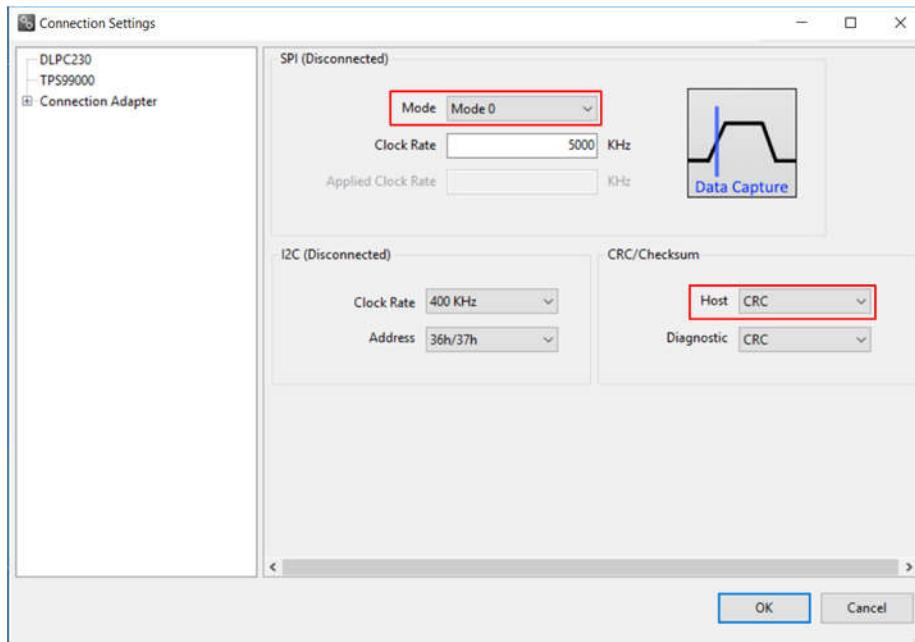

图 2-3. DLPC230-Q1 Automotive Control Program 通信设置
3. 选择“Connection Settings”以确认图 2-3 中显示的 SPI 配置与表 1-3 中所述的控制器 PCB 开关设置相匹配。具体而言，SPI 模式和 CRC/Checksum 可能因开关设置而异。配置完成后，按“OK”。